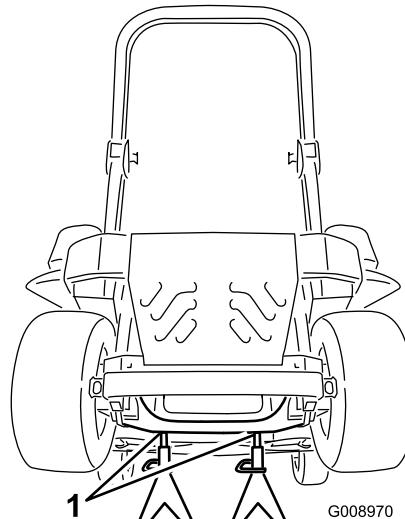

Figura 85
3. Levante la máquina y apóyela sobre gatos fijos (Figura 85).
- 9. Retire los gatos fijos y baje la máquina (Figura 85).